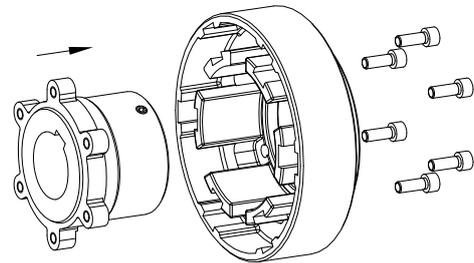

Figura 12: montaggio della flangia del mozzo con l'anello a settori frontali
- Assemblare la flangia del mozzo e l'anello a settori frontali (vedere la figura 12).